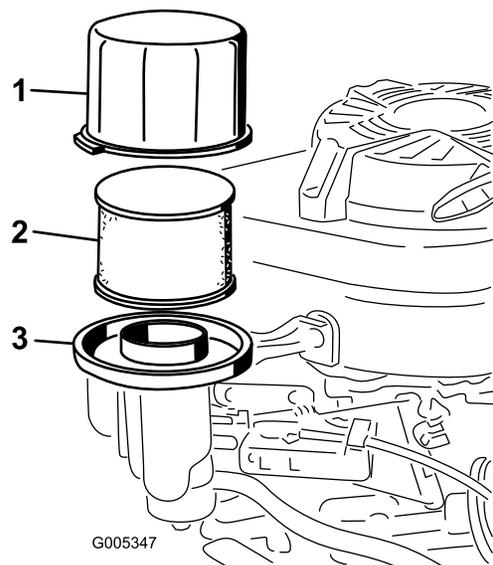

Figura 24
3. Retire cobertura e limpe-a cuidadosamente (Figura 24).
4. Retire o pré-filtro de esponja e o filtro de papel da base do filtro (Figura 24).